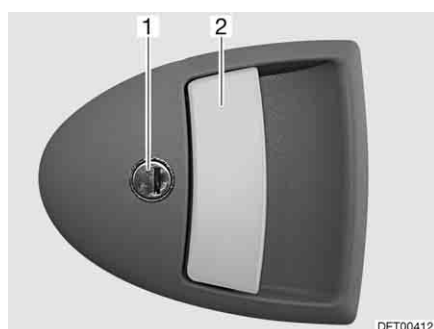

Fig. 37 Serratura della porta di ingresso, lato esterno
- Inserire la chiave nel cilindro della serratura (Fig. 37,1) e ruotare fino a quando la serratura della porta si sblocca.
- Tirare la maniglia della porta (Fig. 37,2). La porta è aperta.
- Inserire la chiave nel cilindro della serratura (Fig. 37,1) e ruotare fino a quando la serratura della porta si blocca.